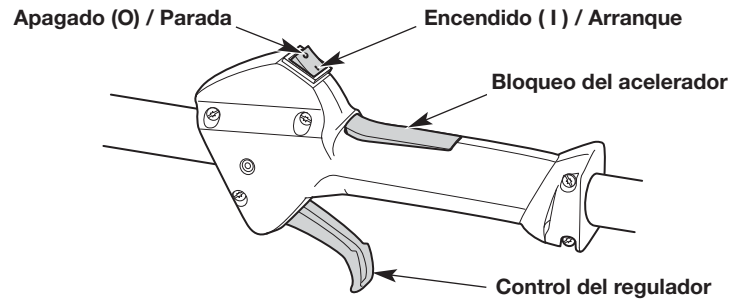

Fig. 10
NOTA: No hay necesidad de encender la unidad. El interruptor de Encendido/Apagado debe estar en la posición ENCENDIDO (1) en todo momento (Fig. 10).
6. Oprima el bloqueo del acelerador y apriete el control del acelerador (Fig. 10). Tire de la cuerda de arranque **5 veces** con un movimiento firme y controlado (Fig. 12).
2. Oprima y no suelte el interruptor de control de Encendido y Apagado en la posición APAGADO (O) hasta que el motor se detenga por completo (Fig. 10).